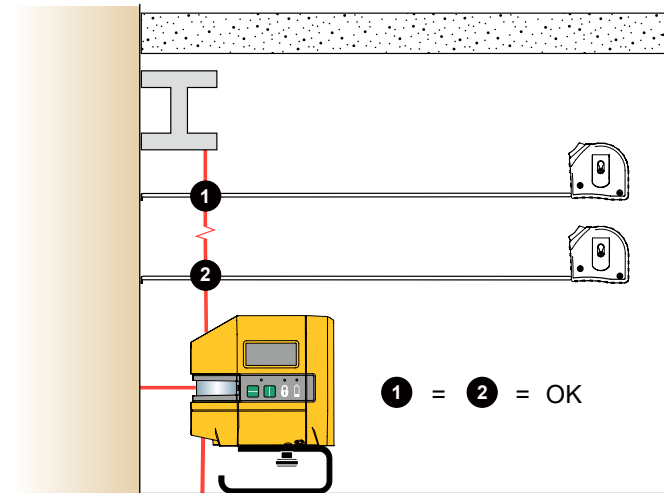

Abbildung 6. Prüfung der lotrechten Position eines vorhandenen Elements
2. Den Abstand vom Element zum Laser in verschiedenen Abständen vom Produkt messen. Siehe Abbildung 6. Wenn die Messwerte gleich sind, ist das Element lotrecht.